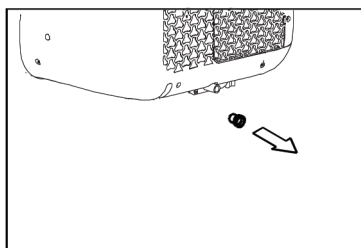

Рис. 25
- Когда уровень воды в днищевом подносе достигнет определенного уровня, 8 раз прозвучит звуковой сигнал, и на цифровом дисплее отобразится «P1». В этот момент процесс кондиционирования/осушения воздуха прекратится, но двигатель вентилятора продолжит работать (это нормально). Аккуратно передвиньте кондиционер в место, где допускается попадание жидкостей, и снимите сливную пробку, расположенную на днище кондиционера, что выпустит воду (рис.25). Для удаления символа «P1» с дисплея повторно запустите кондиционер. Если ошибка повторяется, обратитесь в сервисную службу.
- Снимите пробку с днищевого сливного отверстия. Вода, находящаяся в сливном подносе, должна стечь (см. рис.25).